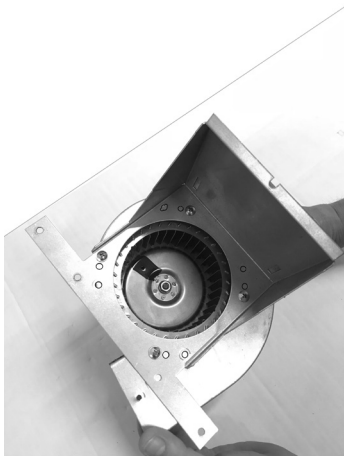

Fig. 40 - Ventilatore + carter
- Prendere il ventilatore e carter e appoggiarli su un piano (vedi **Fig. 40**).